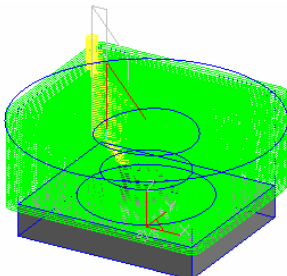

图 8-268 生成刀具轨迹
10) 单击鼠标右键确认后系统开始计算，生成图 8-268 所示轨迹。